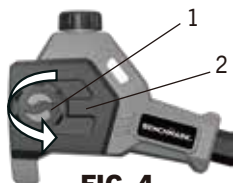

FIG. 4
2. Tournez le bouton de verrouillage et de tension de chaîne (1) dans le sens inverse des aiguilles d'une montre pour retirer le couvercle du pignon (2) (Fig. 4).